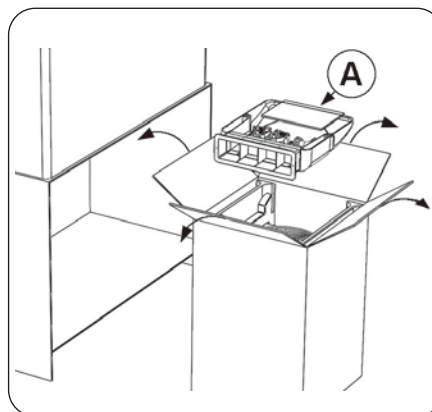

図 2
- 1) 箱を開け、付属品を取り出します (図 2 の A)。